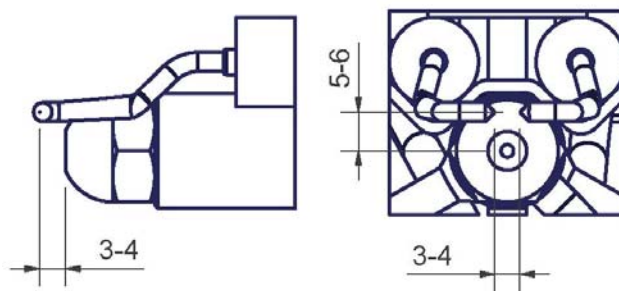

Рис. 49
- Проверьте запальный электроды (см. стр.44), очистите, отрегулируйте и, при необходимости, замените (см. Рис. 49).